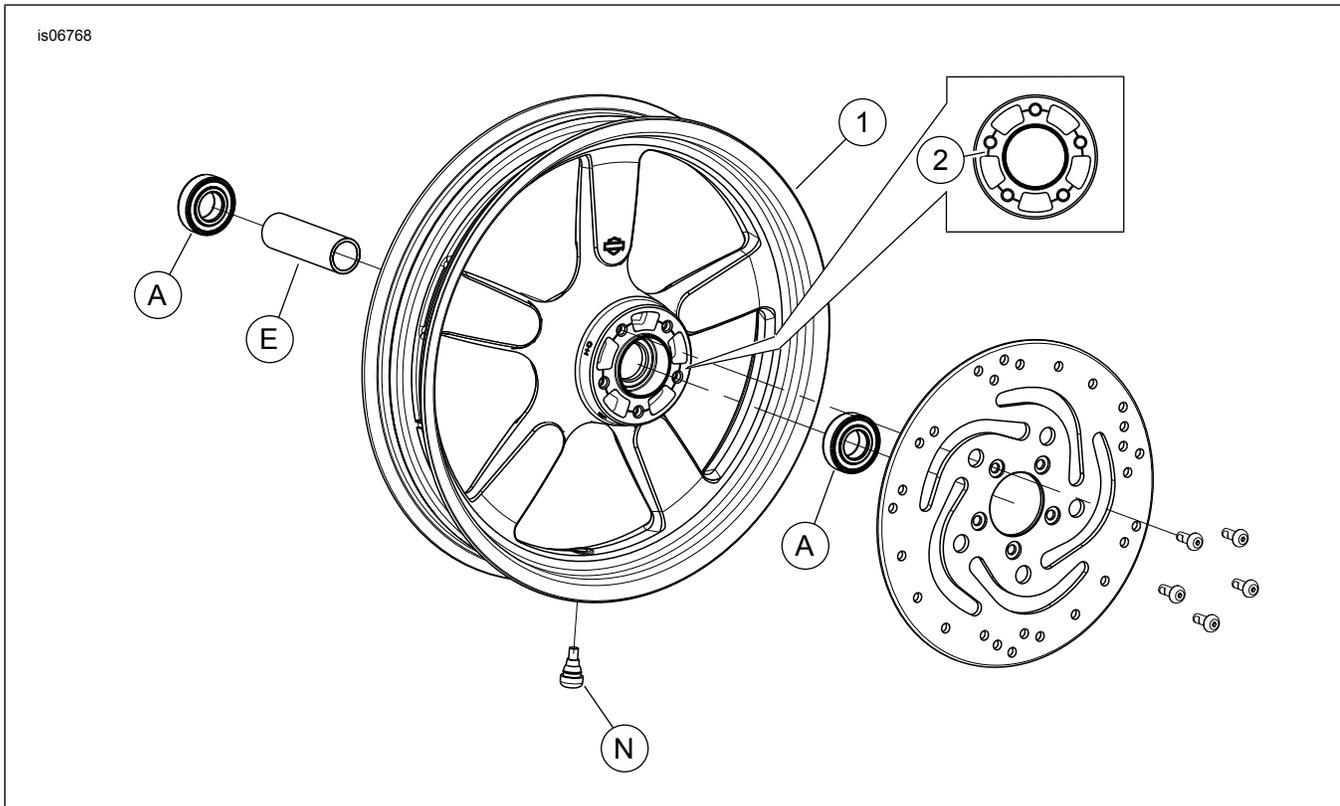

Figura 2. Piezas de servicio: Rueda delantera Fat-X
Este kit incluye solamente la rueda personalizada. Vea Figura 2 y Tabla 2.
2. Vea Figura 2. Instale el conjunto del vástago de la válvula (N) en la rueda. Vea NEUMÁTICOS en el Manual de servicio.